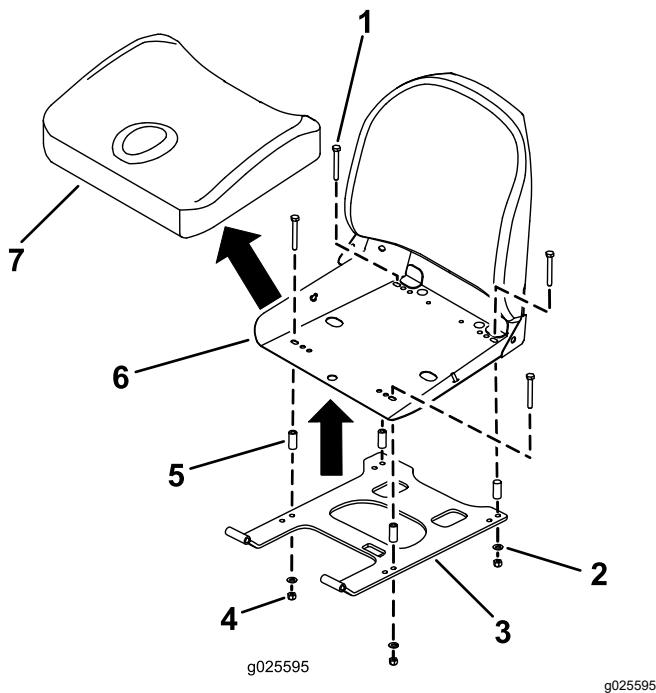

Figura 8
1. Montate il sedile sul nuovo telaio del sedile con le 4 viti a testa esagonale (5/16" x 2½"), 4 rondelle (5/16"), 4 dadi flangiati dentati (5/16") e i 4 distanziali (Figura 8).